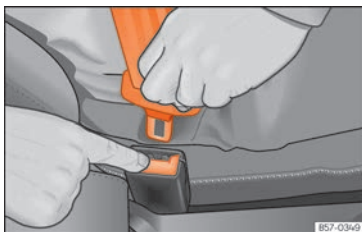

Abb. 24 Schlosszunge vom Gurtschloss lösen.
Sicherheitsgurt nur bei stehendem Fahrzeug ablegen »» **Abb. 24**.
- Rote Taste im Gurtschloss drücken »» **Abb. 24**. Die Schlosszunge springt heraus.